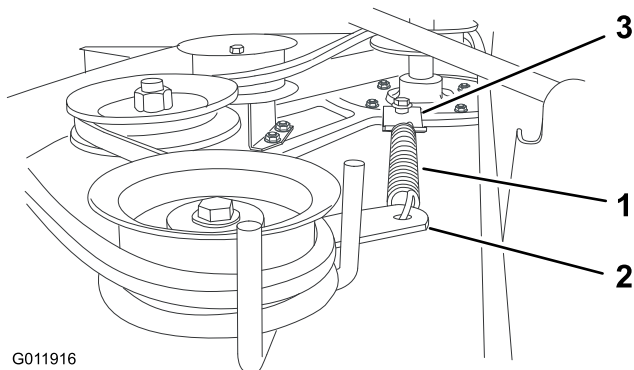

Figura 18
8. Desenganche el muelle del brazo de la polea tensora del soporte en el cortacésped (Figura 18).